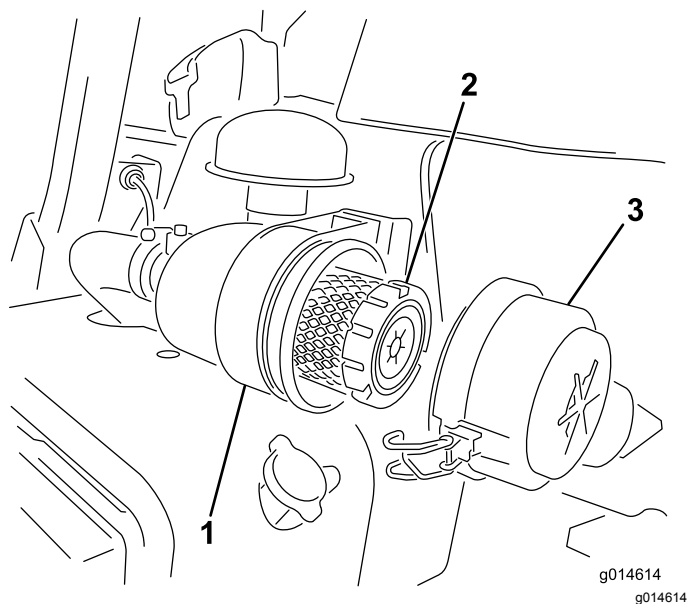

Figure 41
1. Desserrez les fixations qui maintiennent le couvercle sur le boîtier du filtre à air (Figure 41).
6. Fermez les verrous (Figure 41).